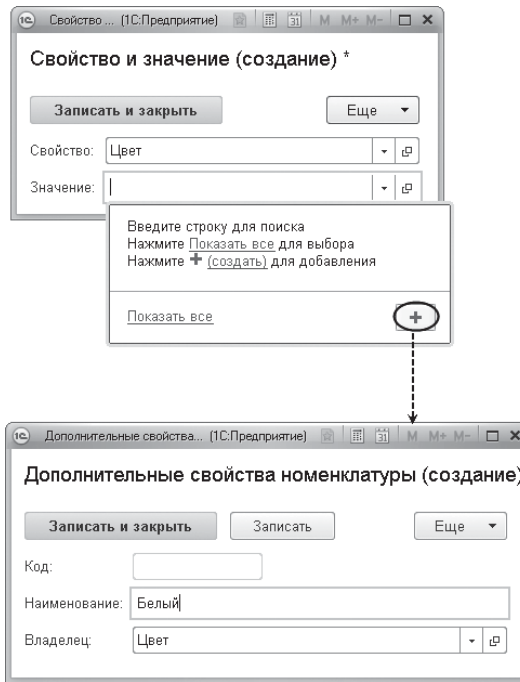

Рисунок 22.30 - Создание дополнительных свойств номенклатуры
Обратите внимание, что в форме элемента плана видов характеристик (см. рисунок 22.29) и в форме элемента справочника дополнительных характеристик номенклатуры (см. рисунок 22.30) также есть лишнее поле **Код**. Кроме того, заголовок этих форм желательно задать в единственном числе.
3.15 В открывшемся окне формы элемента дополнительных свойств номенклатуры введем тип значения «Белый», в поле **Владелец** оставим имеющееся значение – **Цвет** (рисунок 22.30).